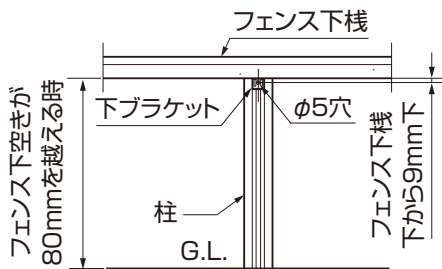

図3-1
①下ブラケットの取付けネジの位置にφ5mmの穴をあけてください。(図3-1参照)
②ブラケット裏板を【2-3】で仮止めしてください。